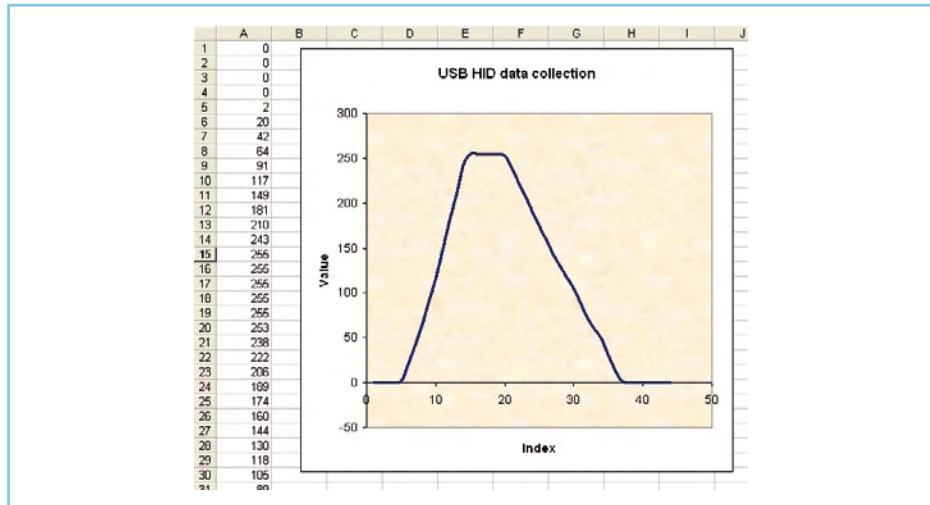

Figure 4. Exemple de données collectées et restituées sous forme de graphique.
- Les données peuvent être traitées, par exemple converties en un graphique (voir figure 4).